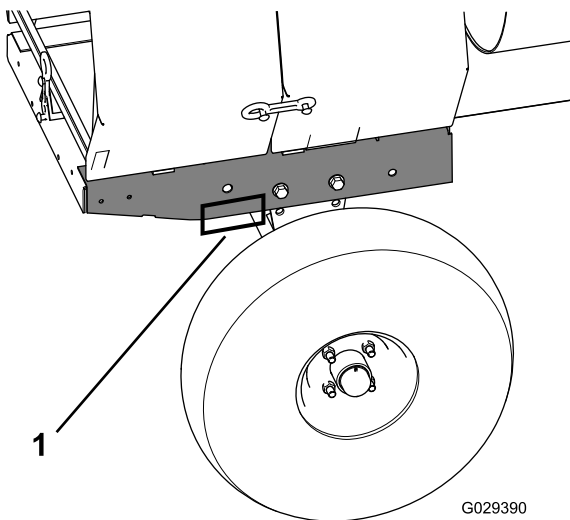

Figura 26
6. Coloque un soporte fijo en cada punto de apoyo de la extensión del bastidor trasero (Figura 26).